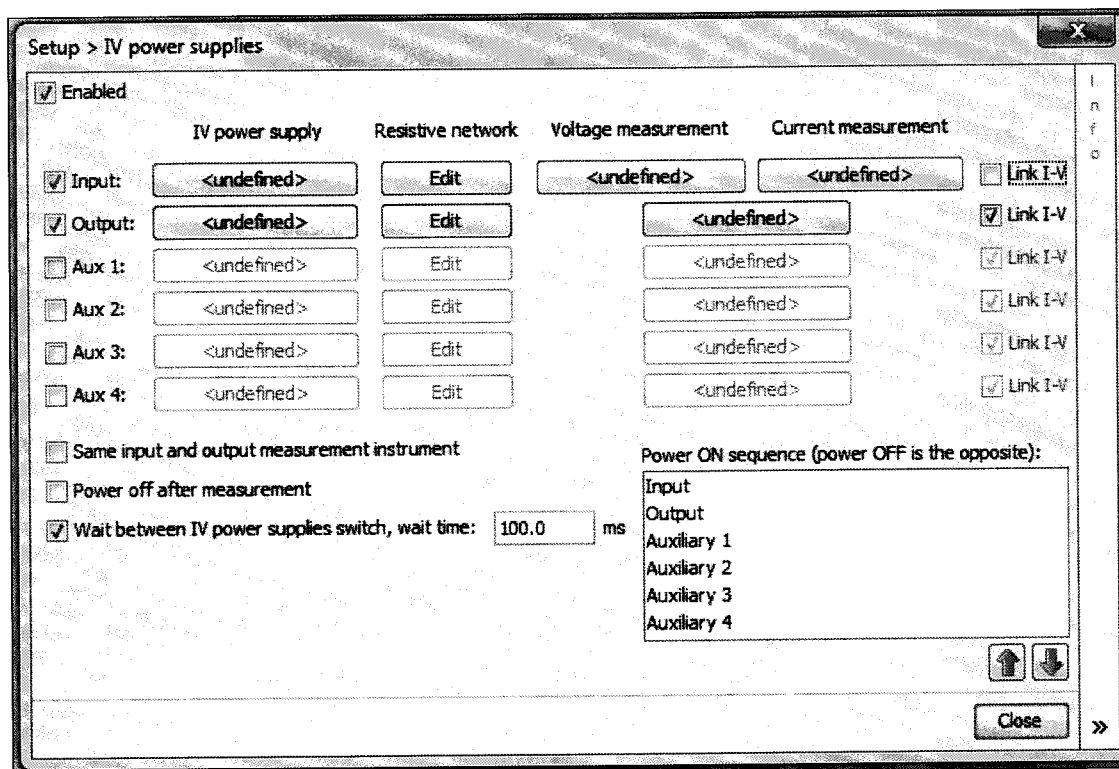

Рисунок 7.6.2 – Окно Setup > Power supplies, конфигурация для измерения напряжения и силы тока зондом стока
7.6.3.1 1 Нажать клавишу Undefined на пересечении IV power supply / Input (рисунок 7.6.2), при этом появится окно Setup>Power supplies>Input generator.
7.6.3.2 Нажать клавишу Undefined на пересечении IV power supply / Output (рисунок 7.6.2), при этом появится окно Setup>Power supplies>Output generator.
7.6.3.3 Нажать клавишу Undefined на пересечении Input/Voltage measurement (рисунок 7.6.2), при этом появится окно Setup>IV power supplies>Input voltage measurement.
7.6.3.4 Нажать клавишу Undefined на пересечении Input / Current measurement (рисунок 7.6.2), при этом появится окно Setup>IV power supplies>Input current measurement.
7.6.3.5 Нажать клавишу Undefined на пересечении Output: Voltage measurement/Current measurement (рисунок 7.6.2), при этом появится окно Setup>IV power supplies>Output measurement.